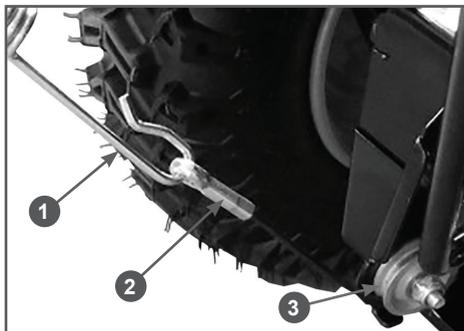

Рис. 8 Соединение троса включения хода
5. Соедините верхнюю и нижнюю части троса включения хода. Зацепите крючок 1 пружины троса включения хода за соединитель 2 троса включения хода (Рис. 8).
Убедитесь в том, что трос включения хода установлен в ручей ролика 3 (Рис. 8). В противном случае, при попытке включить ход снегоотбрасывателя трос будет поврежден. На механическое повреждение тросов гарантия производителя и поставщика не распространяется.